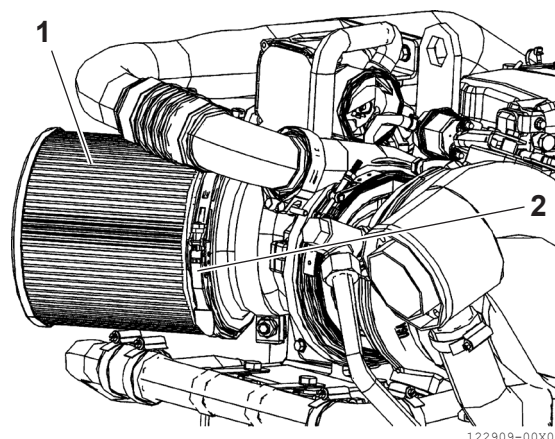

Bild 3
Öppna hylsan (**bild 3, (2)**) enligt bilden. Avlägsna luftfilterhuset (**bild 3, (1)**).
Placera filtret korrekt (**bild 3, (1)**) i sitt säte och fäst det med hylsan (**bild 3, (2)**).